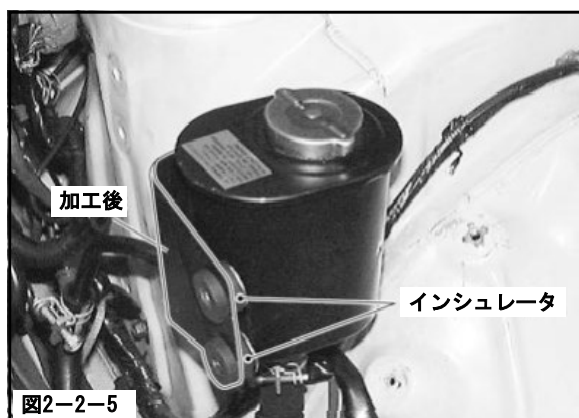

図2-2-5
- (4) パワーステアリングリザーバタンクのステー部分を図のように曲げてください。(図2-2-4, 図2-2-5)
- (5) ステーについているインシュレータ(2個)を取外してください。(図2-2-5)